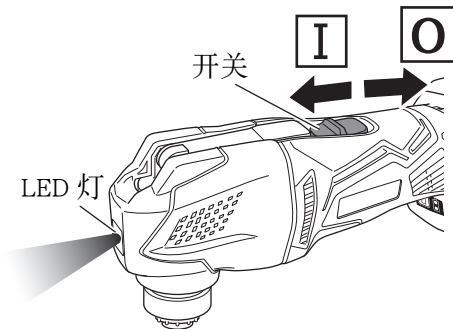

图 6
6. 将开关滑到 **I** 打开开关，同时激活 LED 灯照亮应用工具。（图 6）